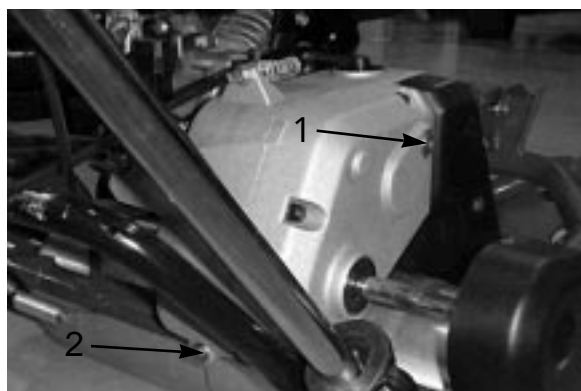

図 35
2. トランスミッション後部にあるドレン・プラグ (図35) を抜いてオイルを抜く。
3. ハンドルを押さえて機体を後ろにそらし、オイルが完全に抜けるようにする。トランスミッション右側にある点検プラグ (図35) を抜く。